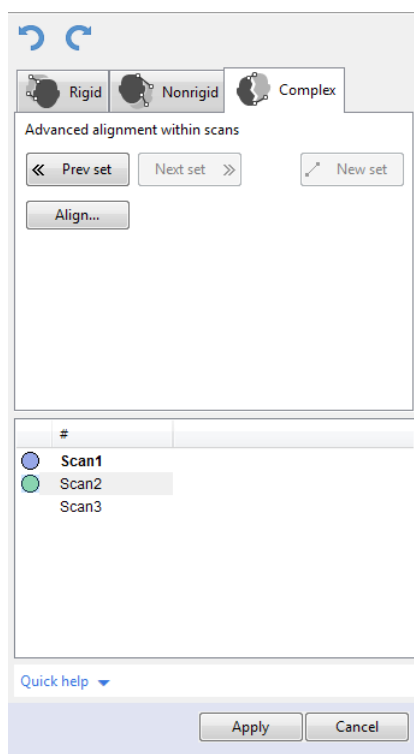

Рис. 8.25: Панель Сборка: вкладка Сложная
1. Убедитесь, что выбрана вкладка *Сложная* (см. Рис. 8.25).